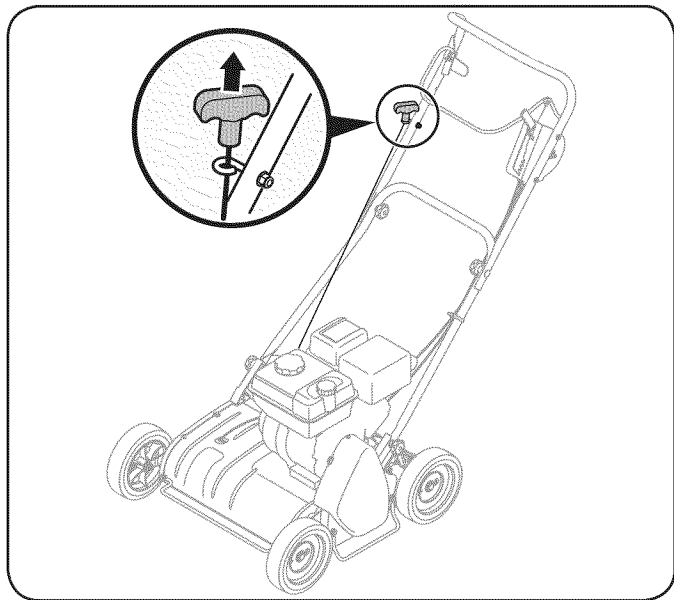

Figura 8
3. Tome con firmeza la manija del arrancador de retroceso y tire de la cuerda lentamente hasta que quede un poco más tirante. Deje que la cuerda se enrolle lentamente. Vea la Figura 8.